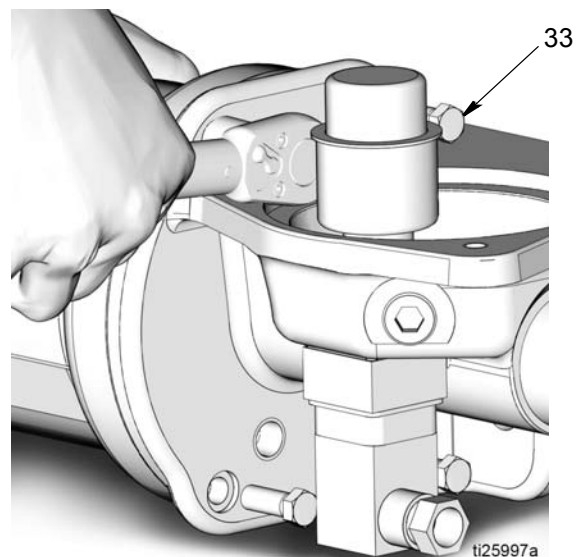

FIG. 53
- c. Installer 4 boulons neufs. Serrer les boulons (33) à la main de manière uniforme, tour à tour et progressivement, suivant une séquence diagonale. Puis serrer en diagonale à un couple de 13,5–17,6 N•m (10–13 po-lb.). Voir FIG. 53.